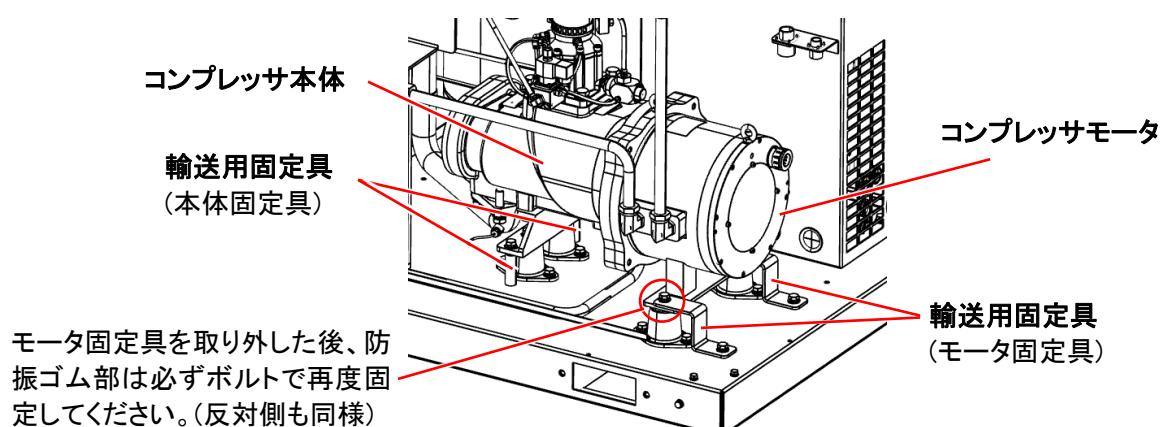

図5.1 輸送用固定具
- (1)作業前に漏電遮断器(建物側スイッチ)が切れていることを確認してください。
- (2)正面・背面パネルを外してください。
- (3)輸送用固定具をすべて取り外してください。(図5.1参照)